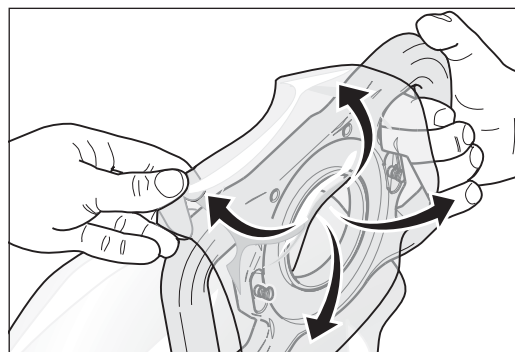

Fig. 17 Ponga la bolsa para basuras de revés.
- 8 Ponga la bolsa para basuras de revés y por detrás sobre el dispositivo de vaciado (Fig. 17).